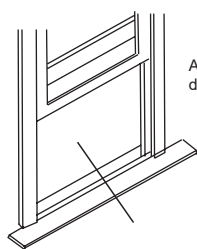

Fig.11
1. Abra la ventana y marque el centro del umbral interior de la ventana como se muestra (Fig. 11).